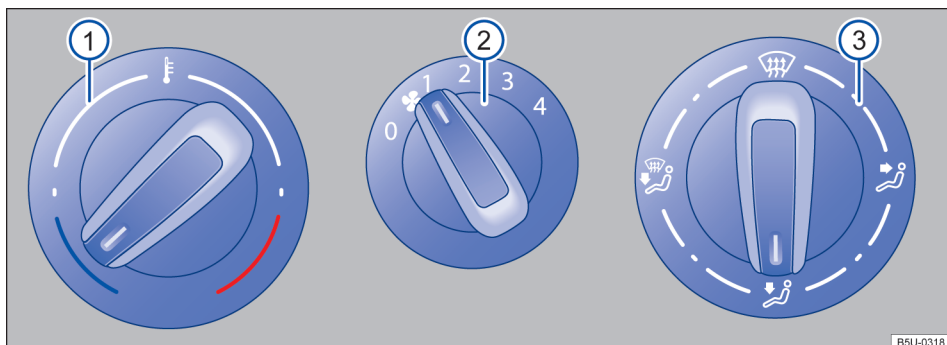
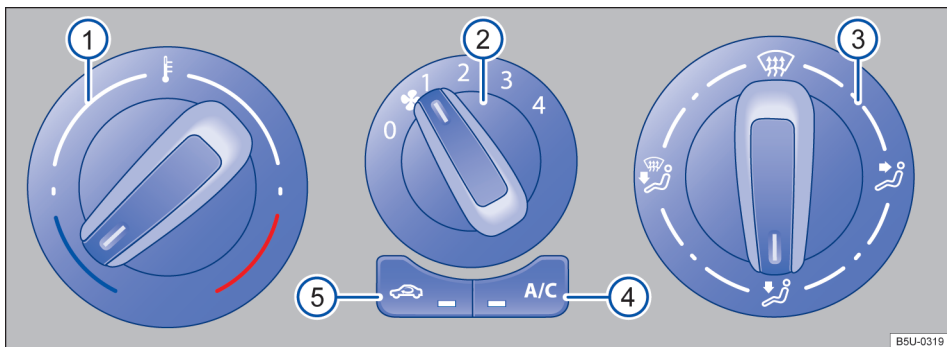

Fig. 72 Comandos do sistema de ventilação e aquecimento.
Fig. 73 Comandos do ar-condicionado.
Comandos	Informações complementares do sistema de ventilação e aquecimento → Fig. 72 e ar-condicionado → Fig. 73.
- Em veículos com sistema de aquecimento, girar o botão da temperatura → Fig. 72  totalmente para a direita, para a posição máxima de aquecimento.
- Girar o botão da distribuição de ar → Fig. 73  para a posição , nesta posição o modo de recirculação de ar é automaticamente desligado.